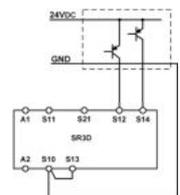
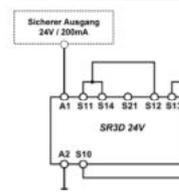

Fig. 7:
Fig. 8:
- Für Anwendungen nach Fig. 7 und Fig. 8 ist darauf zu achten, dass das Bezugspotential des Signalgebers und des SR3D das Gleiche ist